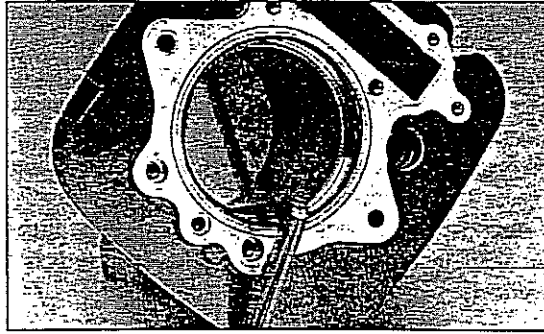

Bild 162
-  Kolbenringe einzeln in Zylinder schieben und 20 mm unter der Zylinderoberkante rechtwinkelig zur Zylinderbohrung mit dem Kolben ausrichten. Mit Fühlerlehre das Stoss-Spiel ausfühlen, siehe Bild 162. Sollwert erster und zweiter